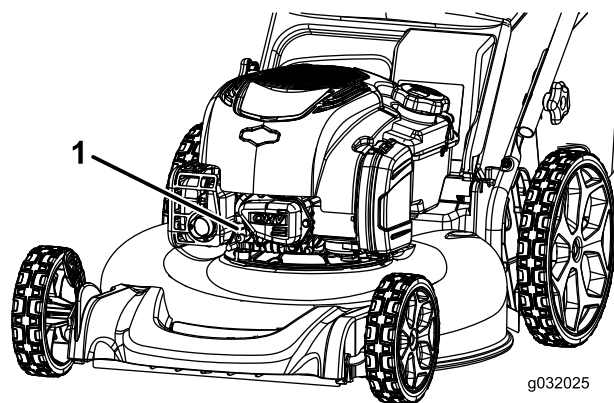

Figure 24
2. Débranchez le fil de la bougie (Figure 24) avant de procéder à un quelconque entretien.